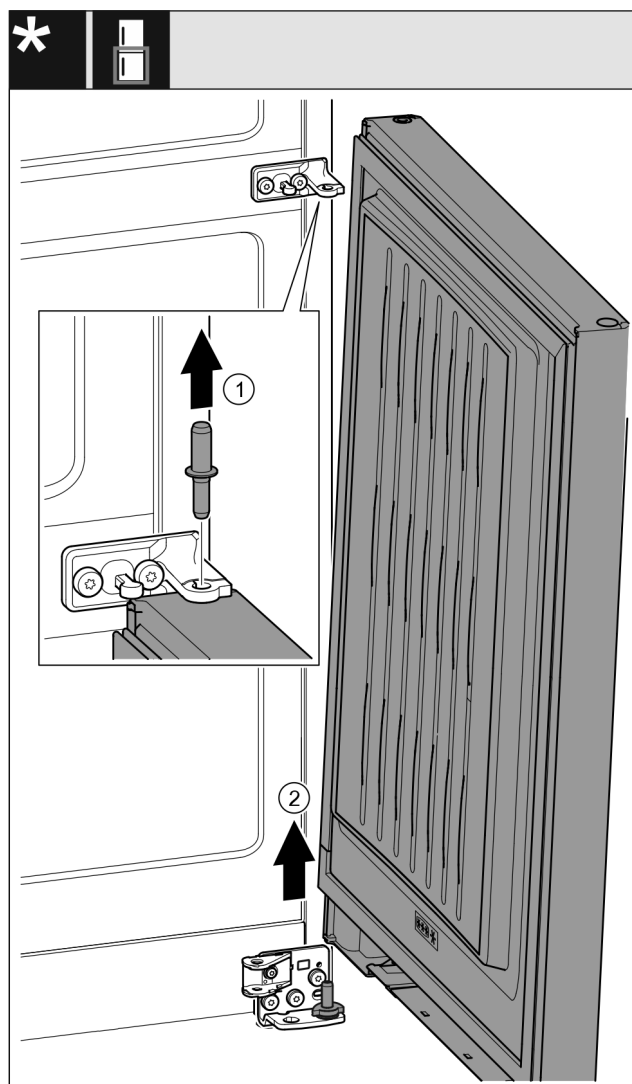

Fig. 25 \*
- Čep Fig. 25 (1) vytáhněte nahoru.\*
- Dveře Fig. 25 (2) kýváním vysadte a odložte stranou.\*